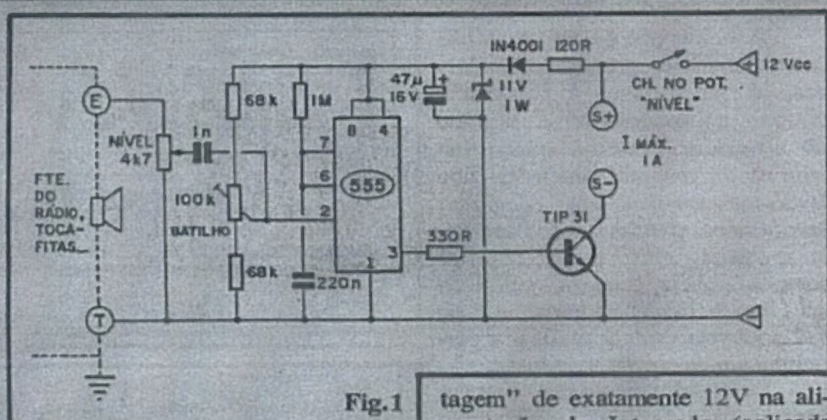

Fig. 1
- FIG. 1 - O CIRCUITO - O diagrama esquemático do circuito enfatiza sua simplicidade, baixo custo, e o uso de poucos e comuns componentes... Na figura não consta, propriamente, o display (conjunto de lâmpadas ou LEDs comandados pelo módulo), mas apenas o núcleo eletrônico do MORLUC... Outros detalhes técnicos e práticos, serão dados mais adiante...